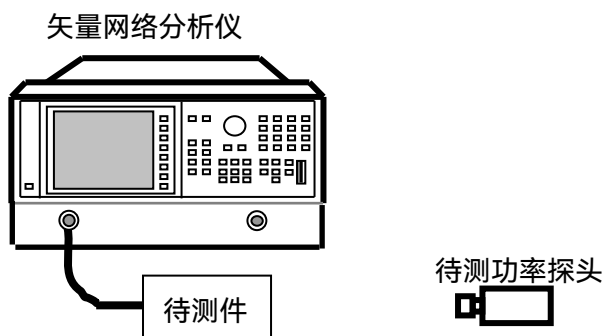

图 7.8 探头端口驻波比的测试框图
- 1) 如图 7.8 连接设备，开机复位，预热至少 30min。